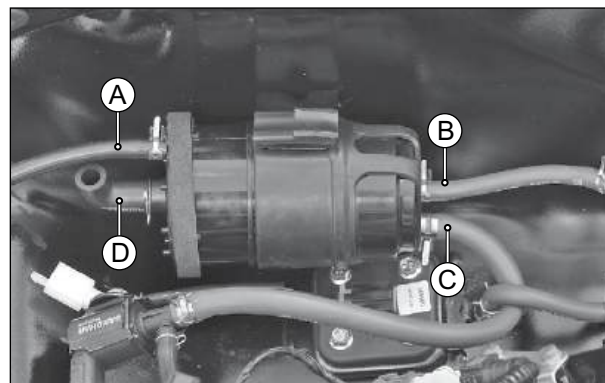

Fig. 4.16
- Desconecte as mangueiras (A, B, C e D) do cânister. A seguir, retire o cânister junto com a proteção. (Fig. 4.16)